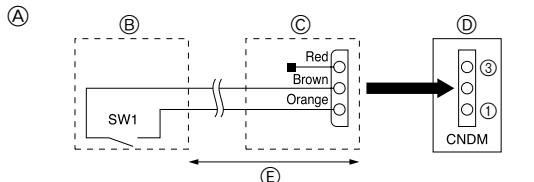

Fig. 9-1
④ Soğutucu sızıntı tespiti (ilk test) çalışmasını iptal etmek için 3 saniye ya da daha uzun süre **TEST** düğmesine veya **ON/OFF** düğmesine basın.
9.1. Düşük sesli mod (yerinde değişiklik) (Fig. 9-1)